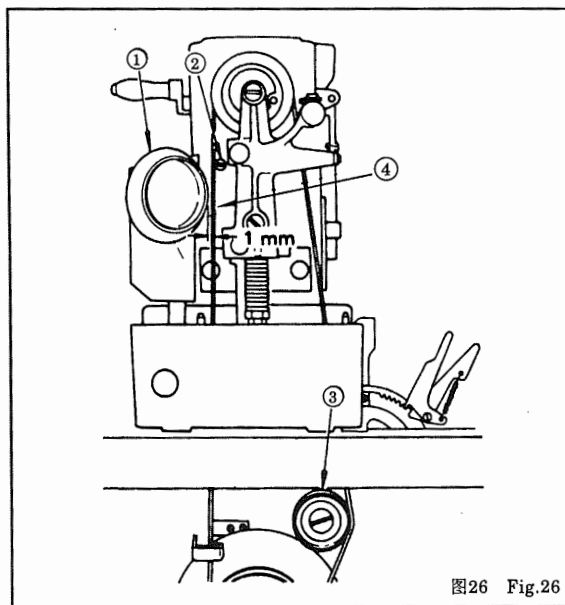

图26 Fig.26
23. 底线绕线装置的调节 图26
23. ADJUSTING THE BOBBIN THREAD WINDER Fig.26